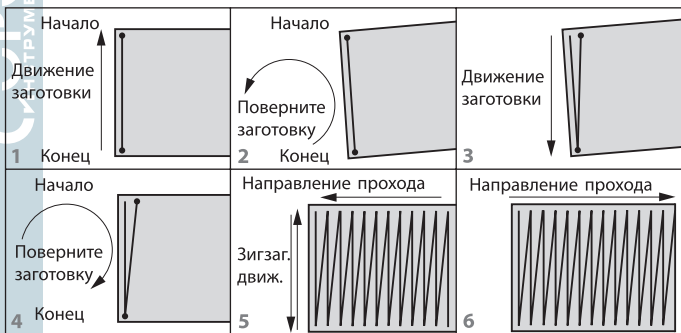

Рисунок 4 - Прокатка листовой заготовки
2. Прокат осуществляйте постепенно, наращивая скорость. Пример раскатки плоского листа зигзагообразным проходом представлен на рис. 4.